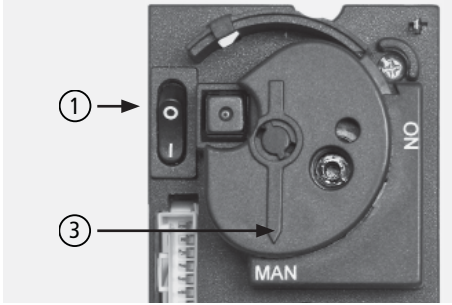

Abb. 4.16 Stellknopf
- ⑩ Den Stellknopf des Gasreglers (Regulierung des Flächenbrenners) langsam bis zum Anschlag zurück in Richtung „ON“ drehen. Dieser Stellknopf hat eine Rutschkupplung. Nicht mit allzu großer Kraft verstellen und nicht über den Endanschlag drehen!
- ⑪ Zum Ausschalten des CARISMO SOLO den Hauptschalter der Steuer- und Reglereinheit ausschalten, Stellung „0“ (siehe „Abb. 4.16 Stellknopf“ auf Seite 27).